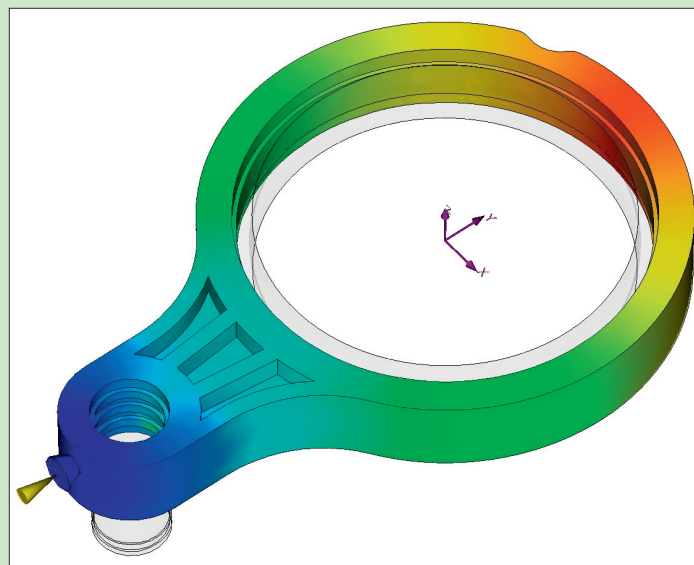

Fig. 4: Simulation du temps d'injection du surmoulage de la biellette de machine à coudre à l'aide de paramètres fournis par l'entreprise.
Si le cas Dentsply Maillefer concerne un problème apparu sur un moule, celui que rencontre Jesa SA concerne une pièce injectée. Dans un souci de réduction de coûts, l'entreprise de Villars-sur-Glâne (FR) propose à l'un de ses clients de modifier une biellette de machine à coudre industrielle (fig. 4), en passant d'une pièce métallique monobloc à une pièce hybride avec surmoulage en matière plastique. Malheureusement, lors de la phase de retrait, le surmoulage impose une contrainte sur l'insert – un roulement à billes – ce qui conduit à son ovalisation. Les valeurs de déformation qu'obtient Christophe Roulin par simulation sont semblables à celles mesurées sur les pièces. L'ingénieur teste en